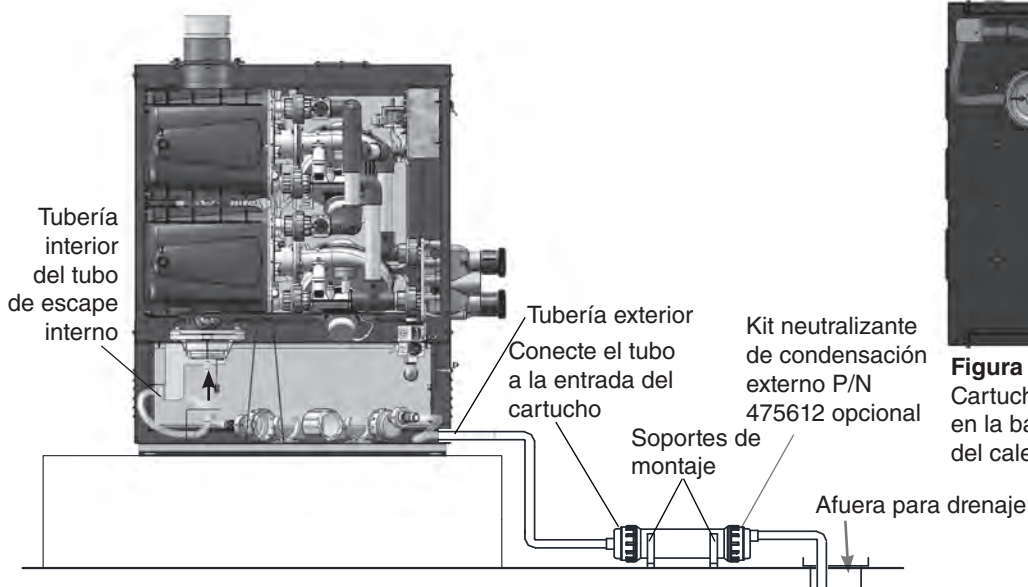

Figura 31. Cartucho neutralizante externo para instalación en calentador en interiores
3. (vea la Figura 31) Monte el cartucho neutralizante sobre el piso cerca del lado del calentador. (vea la Figura 31) Usando los soportes proporcionados, fije el cartucho al piso.
3. Localice el cable del **arrancador del interruptor de bombero**; retire el cable. Vea la figura 31 a continuación.
TEMPORIZADOR/INTERRUPTOR DE BOMBERO (vea la Figura 31 más arriba):